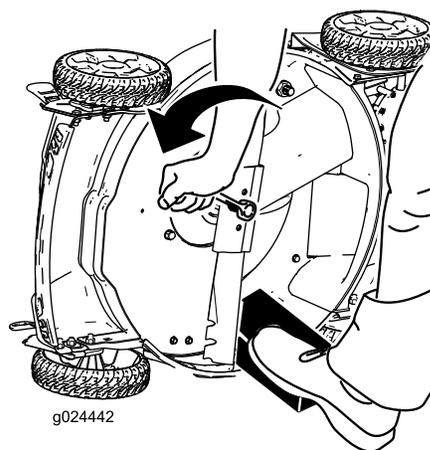

Figura 24
4. Retire la cuchilla, conservando todos los herrajes de montaje (**Figura 24**).
3. Utilice un bloque de madera para inmovilizar la cuchilla (**Figura 24**).